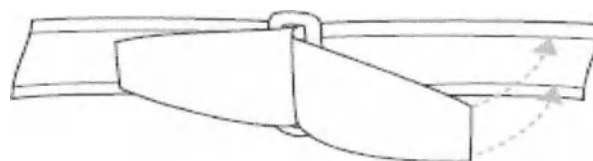

Рисунок 2. Регулируемые концы ремня проведены через петлю и закреплены с помощью застёжек.
Если используется удлинитель, проведите один конец ремня через петлю удлинителя, а затем закрепите на ремне (Рисунок 2).
5. Чтобы отрегулировать длину ремня, расположите его вокруг тела и проведите концы через петлю. Закрепите концы ремня с помощью застежек. Концы можно регулировать. См. Рисунок 2 и Таблица 3 для справки.
Закрепите регулируемые концы ремня так, чтобы поначалу он был слегка ослаблен. Для правильного использования ремня оба его конца должны проходить через петлю (Рисунок 2).